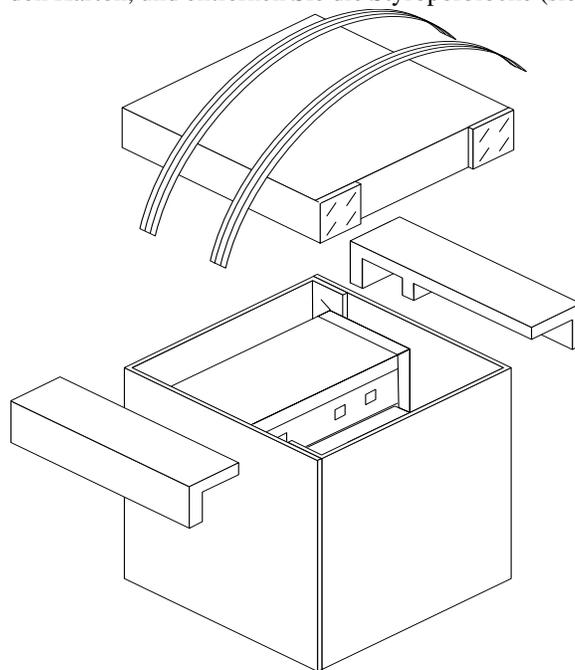

Abbildung 4-18 HLA-Kiste öffnen
1. Öffnen Sie den Karton, und entfernen Sie die Styroporblöcke (siehe Abbildung 4-18).